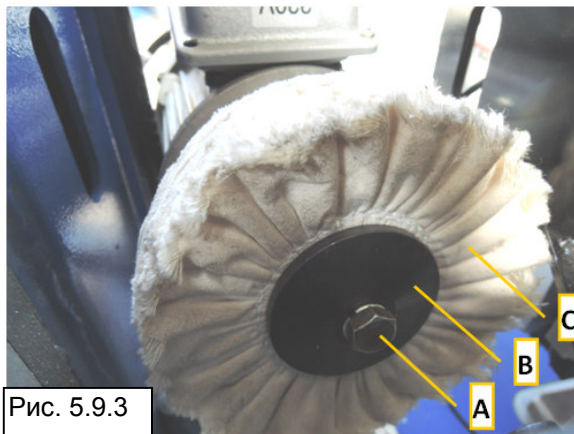

Рис. 5.9.3
2. Ослабьте винт **A** (Рис. 5.9.3).
3. Вытяните фланец **B** (Рис. 5.9.3).